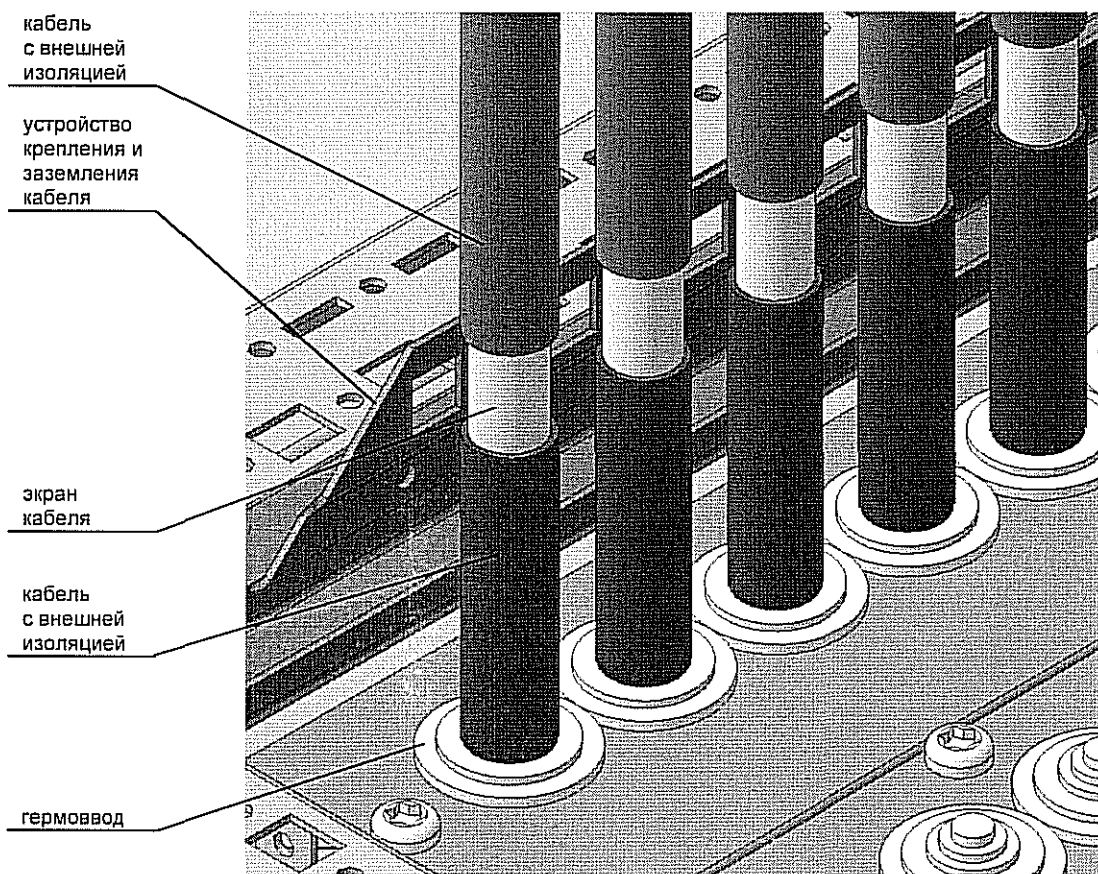

Рисунок 1 – Снятие внешней изоляции кабеля
- удалить внешнюю изоляцию в месте контакта экрана кабеля с устройством заземления на размер **25 мм** (см. рис.1);